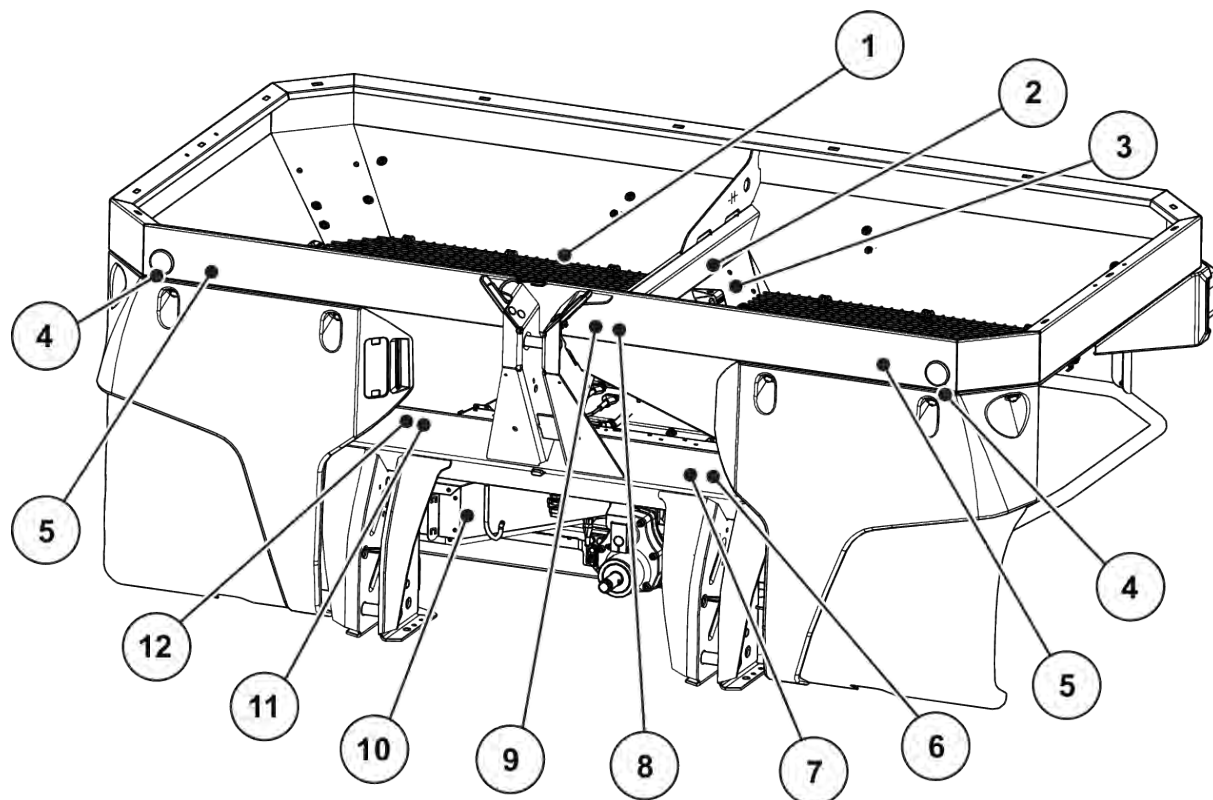

Fig. 2: Beskyttelsesinnretninger, klistremerke Advarsler og instruksjonsanvisninger, framside
Maskinen er fra fabrikken utstyrt med en belysningsinnretning og markeringslys foran, bak og på siden (se Fig. 2 Beskyttelsesinnretninger, klistremerke Advarsler og instruksjonsanvisninger, framside for montering på maskinen).
- Beskyttelsesinnretninger, se *Fig. 2 Beskyttelsesinnretninger, klistremerke Advarsler og instruksjonsanvisninger, framside*